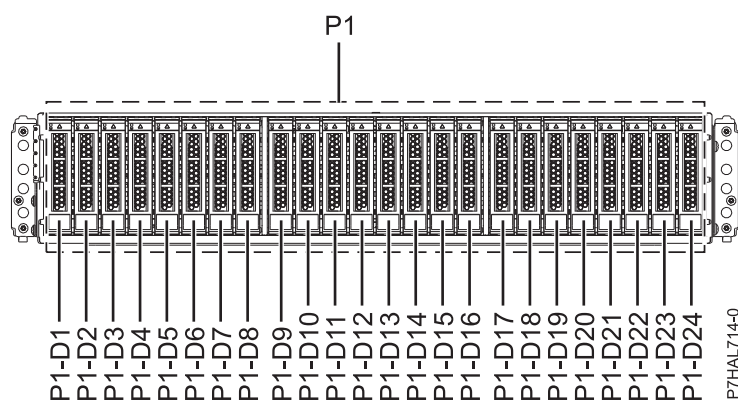
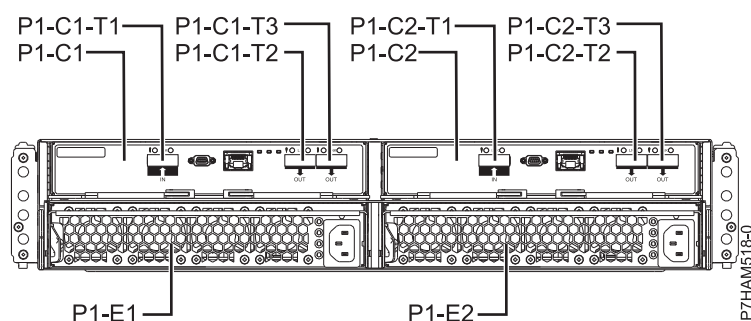

Figura 9. Vista frontal del model allotjament d'unitats de disc 5887 que mostra les ubicacions de les unitats de disc
Figura 10. Vista posterior de l'allotjament d'unitats de disc 5887
1. Identifiqueu la peça i l'allotjament amb què voleu treballar. Les ranures de les unitats de disc i SSD es troben a la part frontal de l'allotjament. A la Figura 9 i a la Figura 10 es mostra la vista frontal i la pista posterior de l'allotjament i les ubicacions de la unitat de disc a l'allotjament.